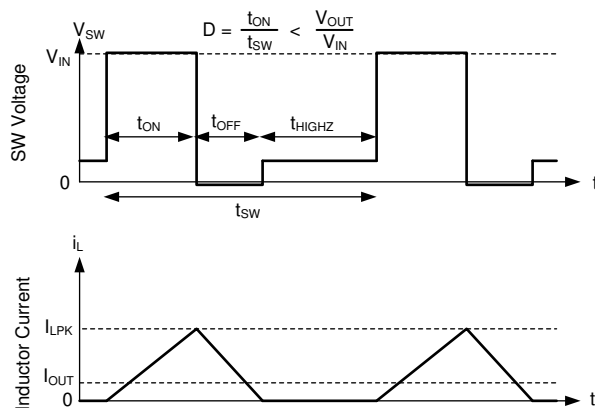

**图 7-7. 连续导通模式 (CCM) 下的 SW 电压和电感器电流波形**
有关 TPSM8D7x20 的以下运行说明，请参阅 功能方框图 和 图 7-7 中的波形。两者都以变化的占空比 (D) 打开内部高侧 (HS) 和低侧 (LS) NMOS 开关，从而提供稳定的输出电压。在 HS 开关导通期间，SW 端子电压  $V_{SW}$  摆动至大约  $V_{IN}$ ，电感器电流  $i_L$  以线性斜率增加。HS 开关由控制逻辑关闭。在 HS 开关关闭时间  $t_{OFF}$ ，LS 开关打开。电感器电流通过 LS 开关放电，这会强制  $V_{SW}$  通过 LS 开关两端的压降摆动到地电位以下。稳压器环路调节占空比以保持恒定的输出电压。D 由 HS 开关在开关周期内的导通时间定义： $D = T_{ON}/(T_{ON} + T_{OFF})$ 。